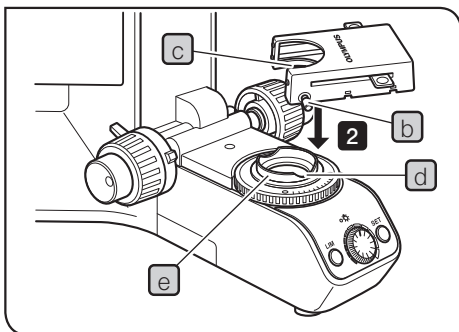

Fig. 15
- 1 Desaperte completamente o parafuso de aperto da cassette de filtros **b**. (fig. 15)